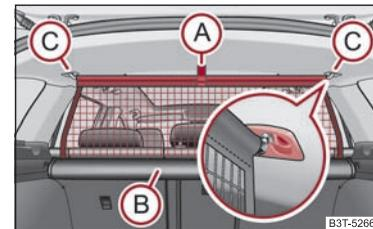

Abb. 93 Netztrennwand herausziehen ►
- Ziehen Sie die Netztrennwand an der Lasche **(A)** ⇒ Seite 97, Abb. 93 aus dem Gehäuse **(B)** in Richtung der Halterungen **(C)**.
- Ziehen Sie die Querstange erst auf der einen, dann auf der anderen Seite etwas nach hinten und nehmen die Querstange aus den Aufnahmen **(C)** ⇒ Seite 97, Abb. 93.